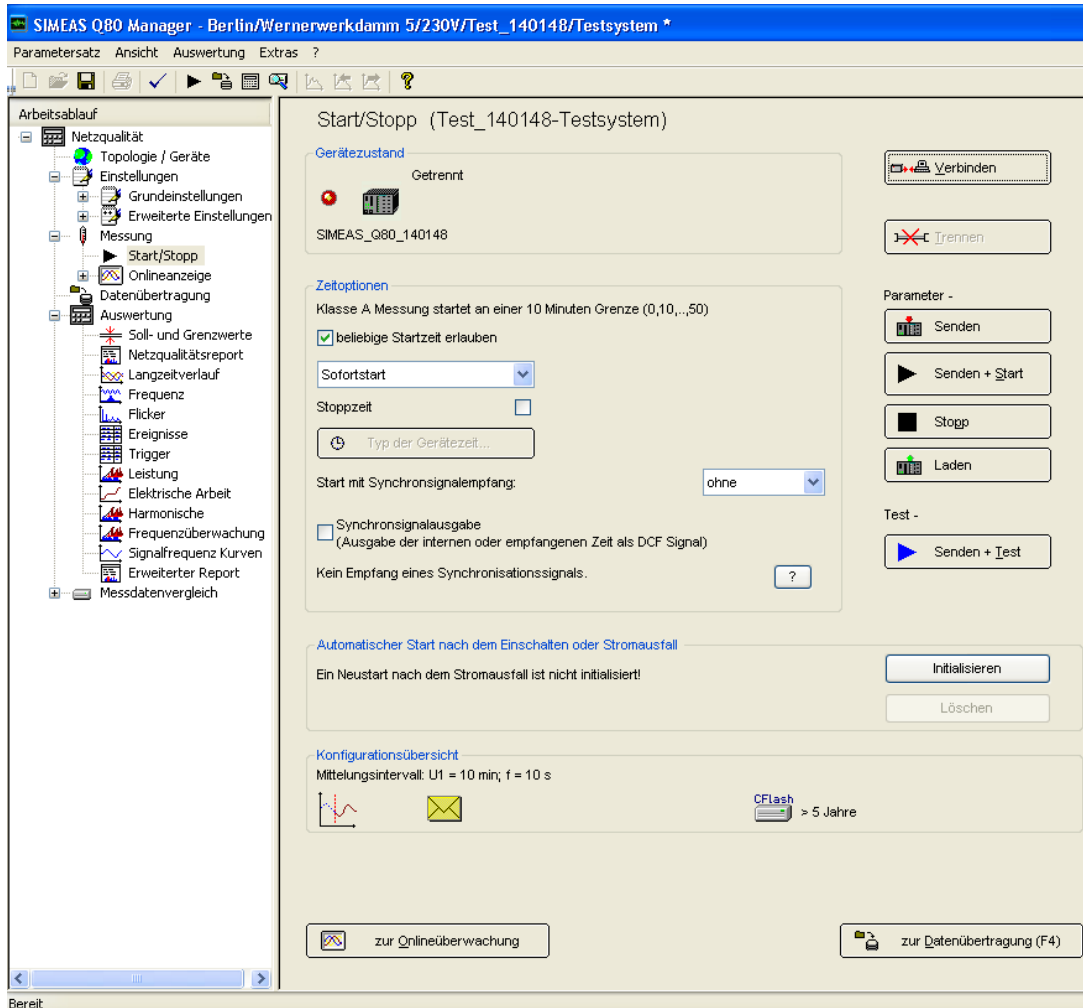

Bild 16: Start/Stop
- Klicken Sie auf die Schaltfläche „*Initialisieren*“ (Siehe Bild 16), damit das Gerät nach einem Stromausfall **automatisch startet**.
- Klicken Sie auf die Schaltfläche „*Senden + Start*“ (Siehe Bild 16), um die **Messung zu starten**.